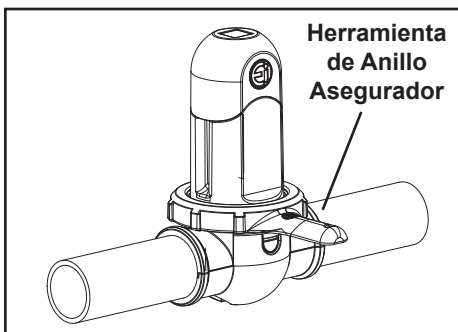

Figura 26. Anulando el anillo asegurador
5. Remueva el anillo de seguridad. Si es necesario, utilice la herramienta proveida (véase la Figura 26).